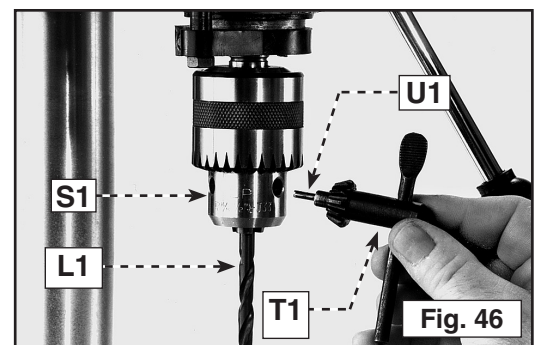

Fig. 46
- Insérez à fond la partie lisse de la mèche (L1), fig. 46, dans le mandrin (S1), puis ressortez la mèche de 1/16 po (1.6 mm) (ou jusqu'au début des cannelures pour les petites mèches).
- Centrez la mèche (L1), fig. 46, dans le mandrin (S1) avant de resserrer le mandrin avec la clé (T1).
- Tournez la clé de mandrin (T1), fig. 46, vers la droite pour resserrer et vers la gauche pour desserrer les mâchoires du mandrin.
5. Retirez la clé de mandrin (T1), fig. 46, de celui-ci avant de démarrer la perceuse à colonne. La clé de mandrin est équipée d'une goupille auto-éjectante (U1) qui permet de minimiser les risques d'oublier la clé dans le mandrin.